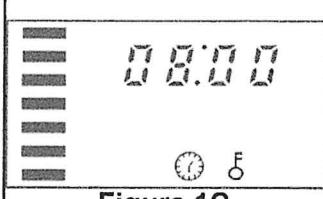

Figura 1C
- 3 Hora actual (ver figura 1C), tal como 8:00.